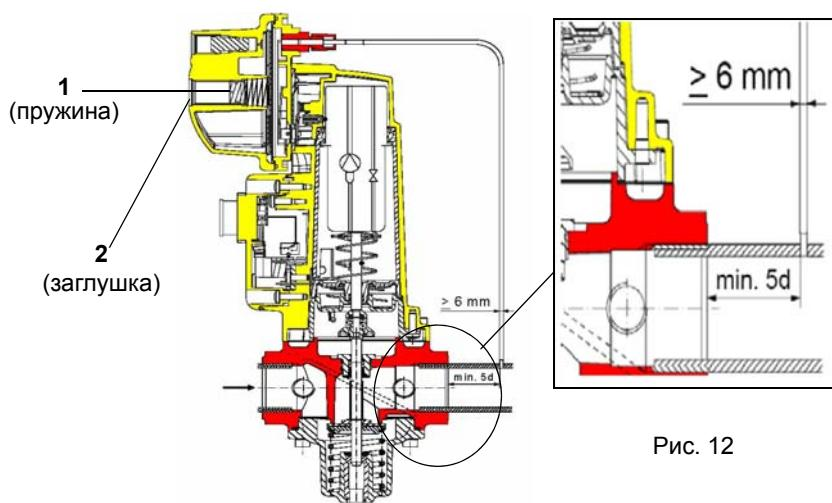

Рис. 12
**ВНИМАНИЕ:** диафрагма D исполнительного механизма SKP2 должна находиться в вертикальном положении (Рис. 12).